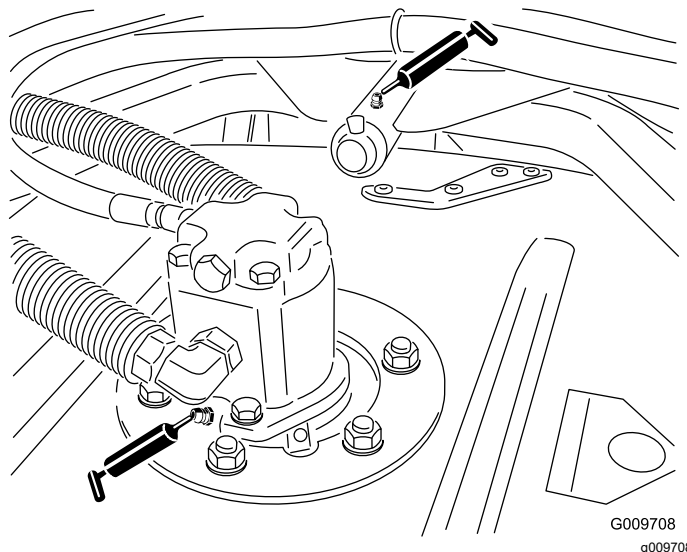

Figura 37
- Rolamentos do veio do eixo da unidade de corte (2 por plataforma do cortador), como se mostra na Figura 37
- Casquilhos do braço de suporte da unidade de corte (1 por plataforma do cortador), como se mostra na Figura 37